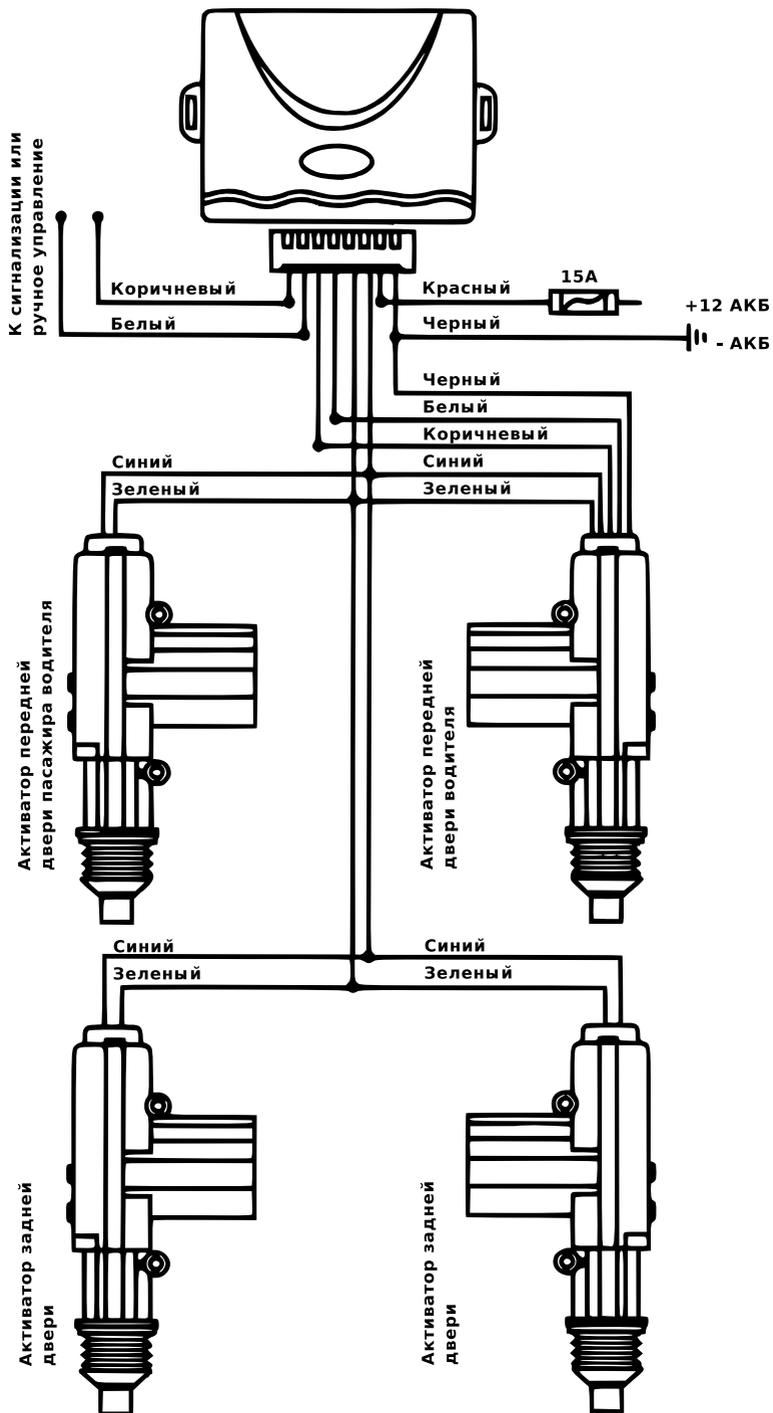

Рис. 1: Схема подключения центрального замка
- Протяните проводку к дверям. рис. 1. Во избежания повреждения проводки, протягивайте провода через гофрированные трубки.
- Подключите провода к активаторам, АКБ, (сигнализации при возможности) согласно схеме. рис. 1.